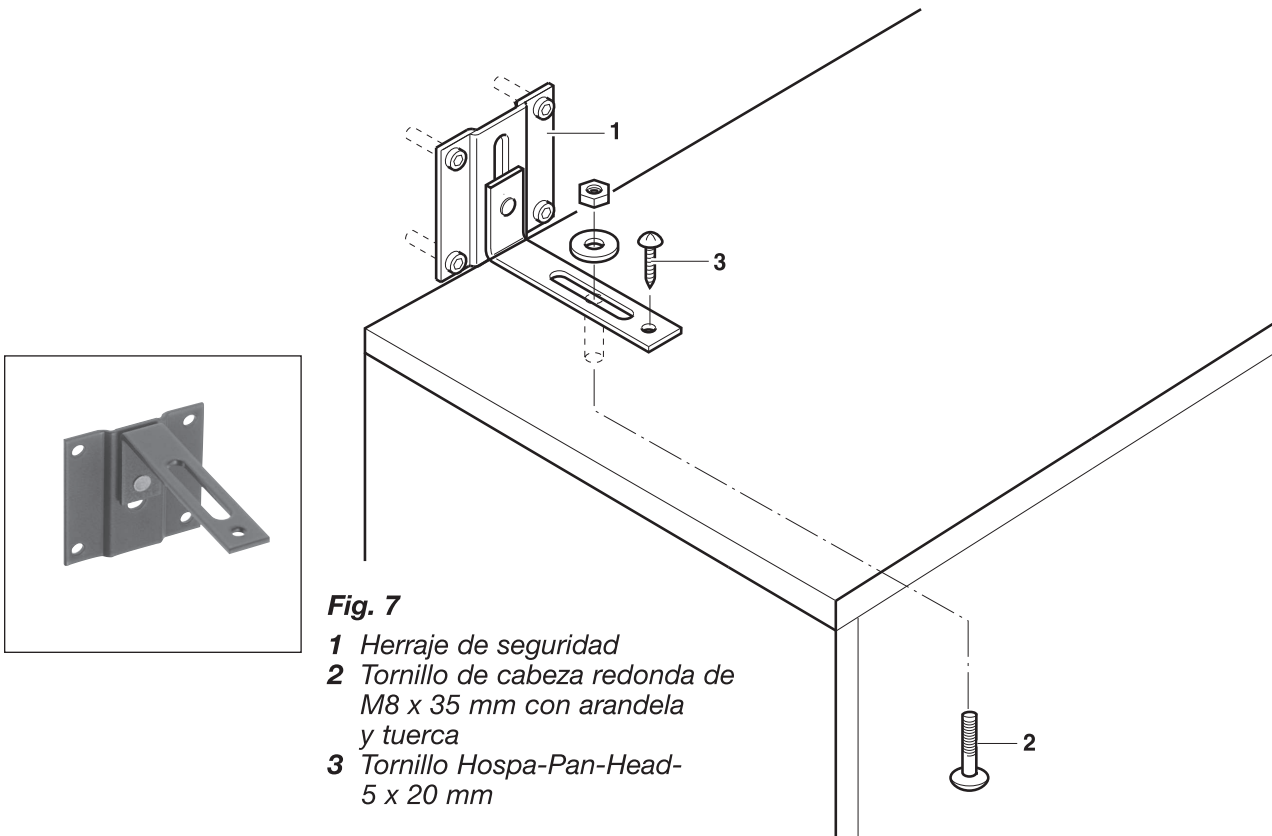

Fig. 7
- Fije a la pared los dos herrajes de seguridad **1** (véase la **fig. 7**), con cuatro tornillos cada uno. La fuerza de sujeción F_H debe ser como mínimo 400 N en cada uno de los herrajes. Este material de fijación no está incluido en el suministro.
- Atornille los herrajes de seguridad al cuerpo del armario, utilizando un tornillo de cabeza redonda **2** y un tornillo Hospa **3** para cada uno, véase la **Fig. 7**.